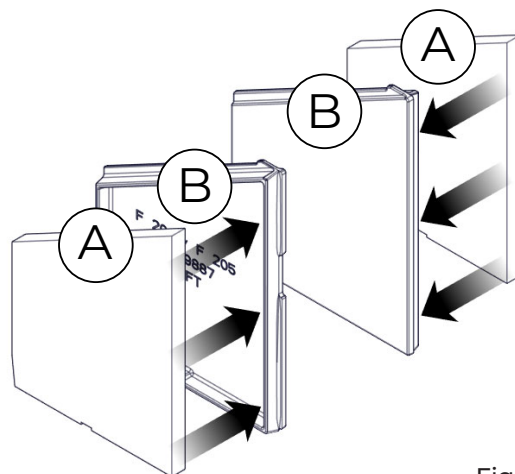

Fig. 7.9
4	Inserte las placas aislantes (A) en las nuevas placas laterales (B) (Fig 7.9)